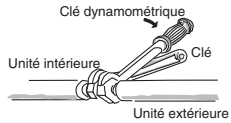

Fig. 7-6
- Lors de la dépose des écrous évasés des connexions de tuyauterie, ou lors de leur serrage après la connexion de la tuyauterie, toujours utiliser 2 clés à molette ou des clés. (Fig. 7-6)